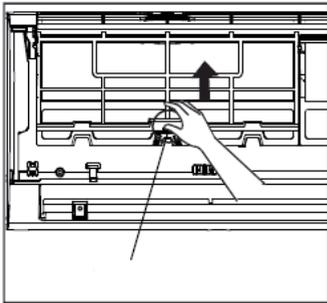
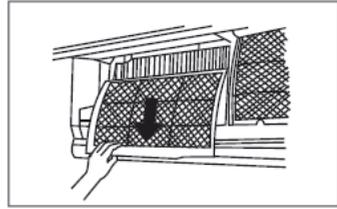

fig. 15 -
fig. 16 -
3. Retire los filtros empujando hacia arriba las pestañas centrales hasta que se liberen del retenedor y deslicelos hacia abajo ("fig. 15 -" e "fig. 16 -")